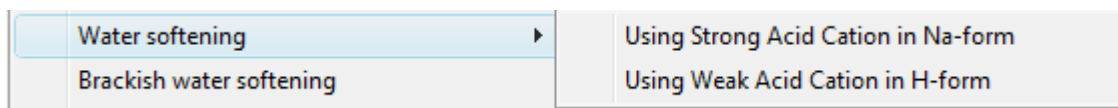

Figura 5.6: Menú desplegable de "Water softening"
- “Water softening”: Ablandamiento del agua. Dentro de ésta opción hay otras dos (figura 5.6): “Using Strong Acid Cation in Na-form”, usar un catión ácido fuerte en forma de Na y “Silica & “Using Weak Acid Cation in H-form”, usar un catión ácido débil en forma de H.